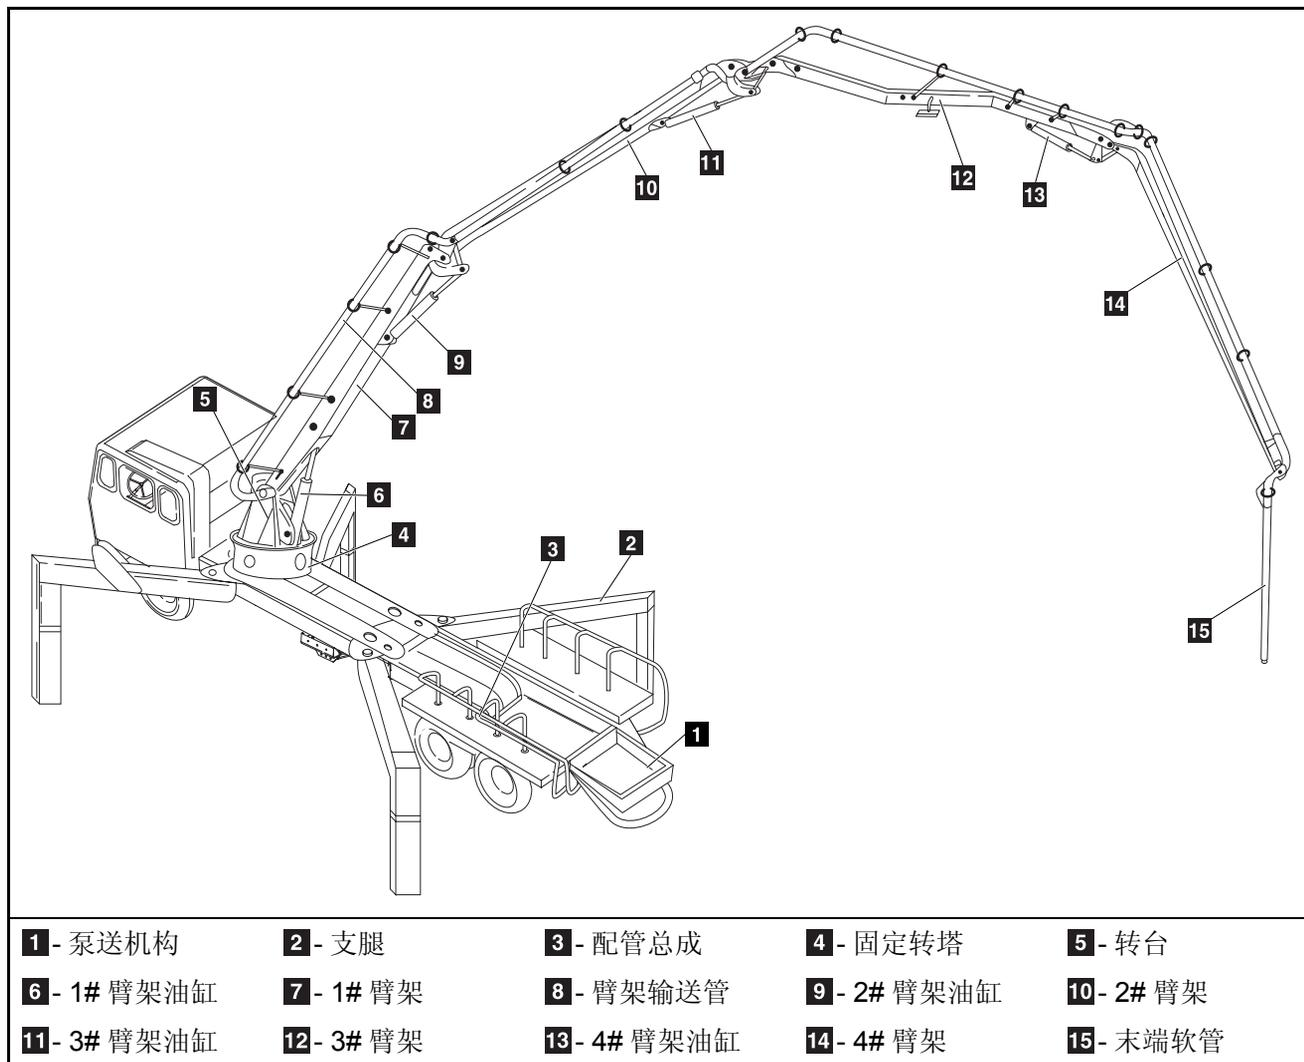

图 1-2(1) 37m 混凝土泵车工作示意图
混凝土泵一般装在汽车底盘的尾部，以便混凝土搅拌运输车向泵的料斗卸料。参见图 1-2(1) 所示：混凝土搅拌车卸料到混凝土泵车料斗后，混凝土由泵送机构压送到输送管，最后从末端软管 15 排出。